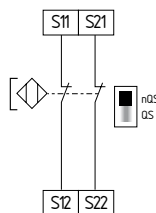

Fig. 14
**Comando de dois canais de interruptores magnéticos de segurança conforme EN 60947-5-3 (ver Fig. 14)**